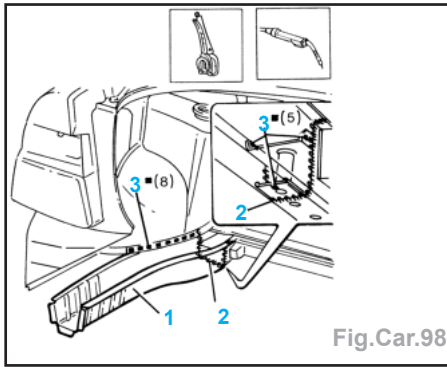

Fig.Car.98
- Enlever le traitement anti-corrosion et appliquer l'apprêt électro-soudable (2).
- Positionner l'élément de rechange (1) sur le véhicule et le fixer avec les pinces-étaux et le gabarit (Fig.Car.98).